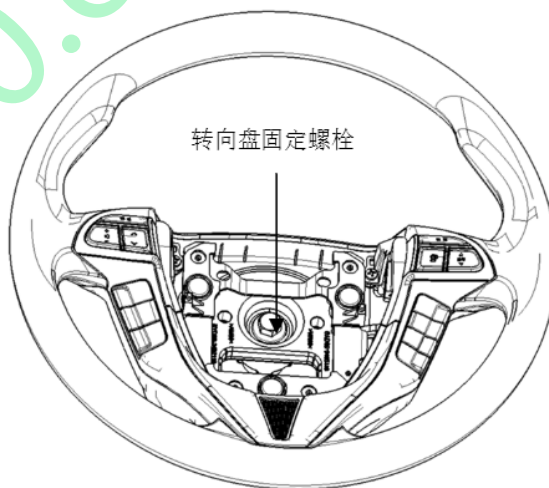

图 4-15
- ①脱开线束接头。
- ②使用 14#套筒拆下转向盘固定螺栓，如图 4-15 所示。